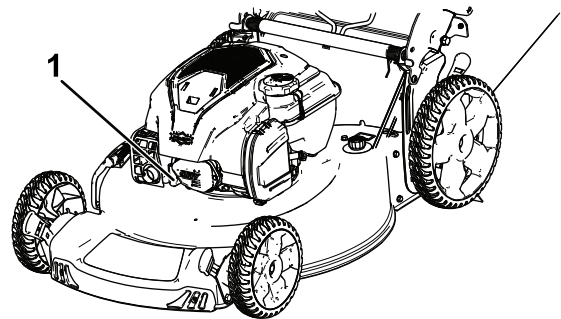

Figura 23
2. Desconecte el cable de la bujía (Figura 23).